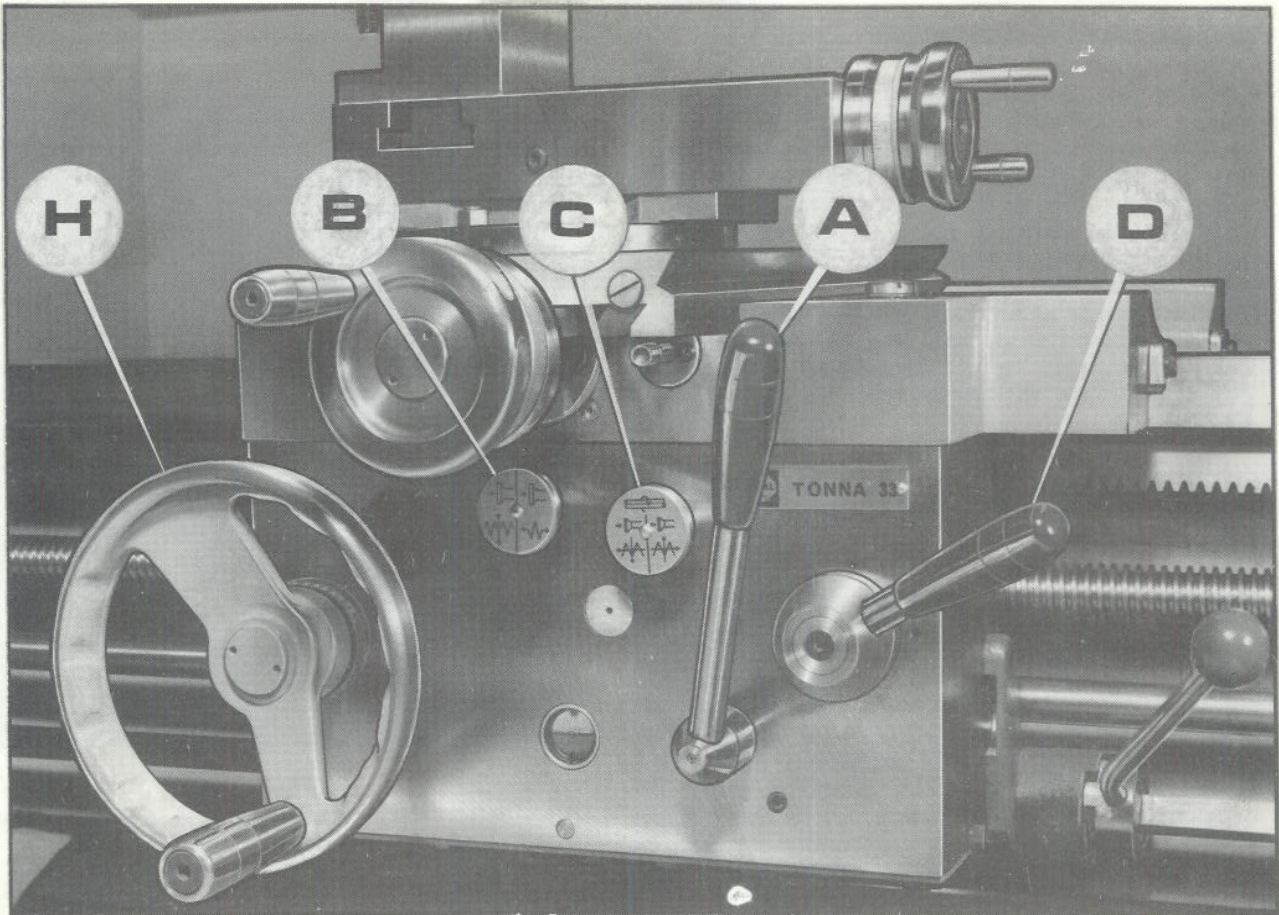

Fig. 13
In addition to handwheel traverse, the carriage can be power-operated through controls on the front of the apron, see Fig. 13. Lever (A) is moved up for power feed engagement and down for manual operation.
En plus de l'avance manuelle de chariotage, le chariot peut effectuer une avance automatique commandée à partir de l'avant du tablier, voir fig. 13. Pour l'avance automatique, le levier A est poussé vers le haut et il doit être poussé vers le bas pour la commande manuelle.
Die mechanische Bewegung des Schlittens erfolgt durch die Bedienungselemente, welche an der Vorderseite des Schlosskastens angeordnet sind (Abb. 13). Zum Einrücken des mechanischen Vorschubes wird der Hebel (A) nach oben gelegt und für die manuelle Betätigung nach unten eingerückt.